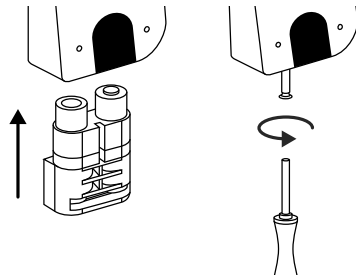

Abb. 5
- 5 Setzen Sie das Batteriefach wieder in das Gehäuse ein und schrauben Sie es fest (Abb. 5).